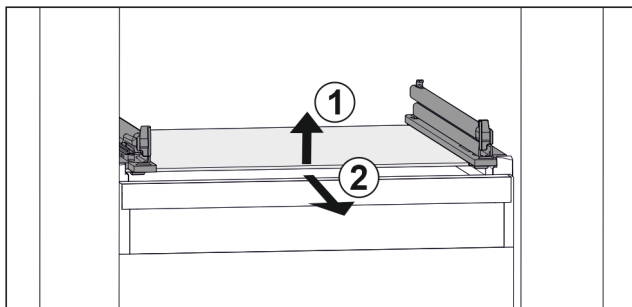

Fig. 108 Príklad zobrazenia sklenenej dosky
- ▶ Nadvihnite sklenenú dosku vpred. Fig. 108 (1)
- ▶ Odoberte sklenenú dosku dopredu. Fig. 108 (2)